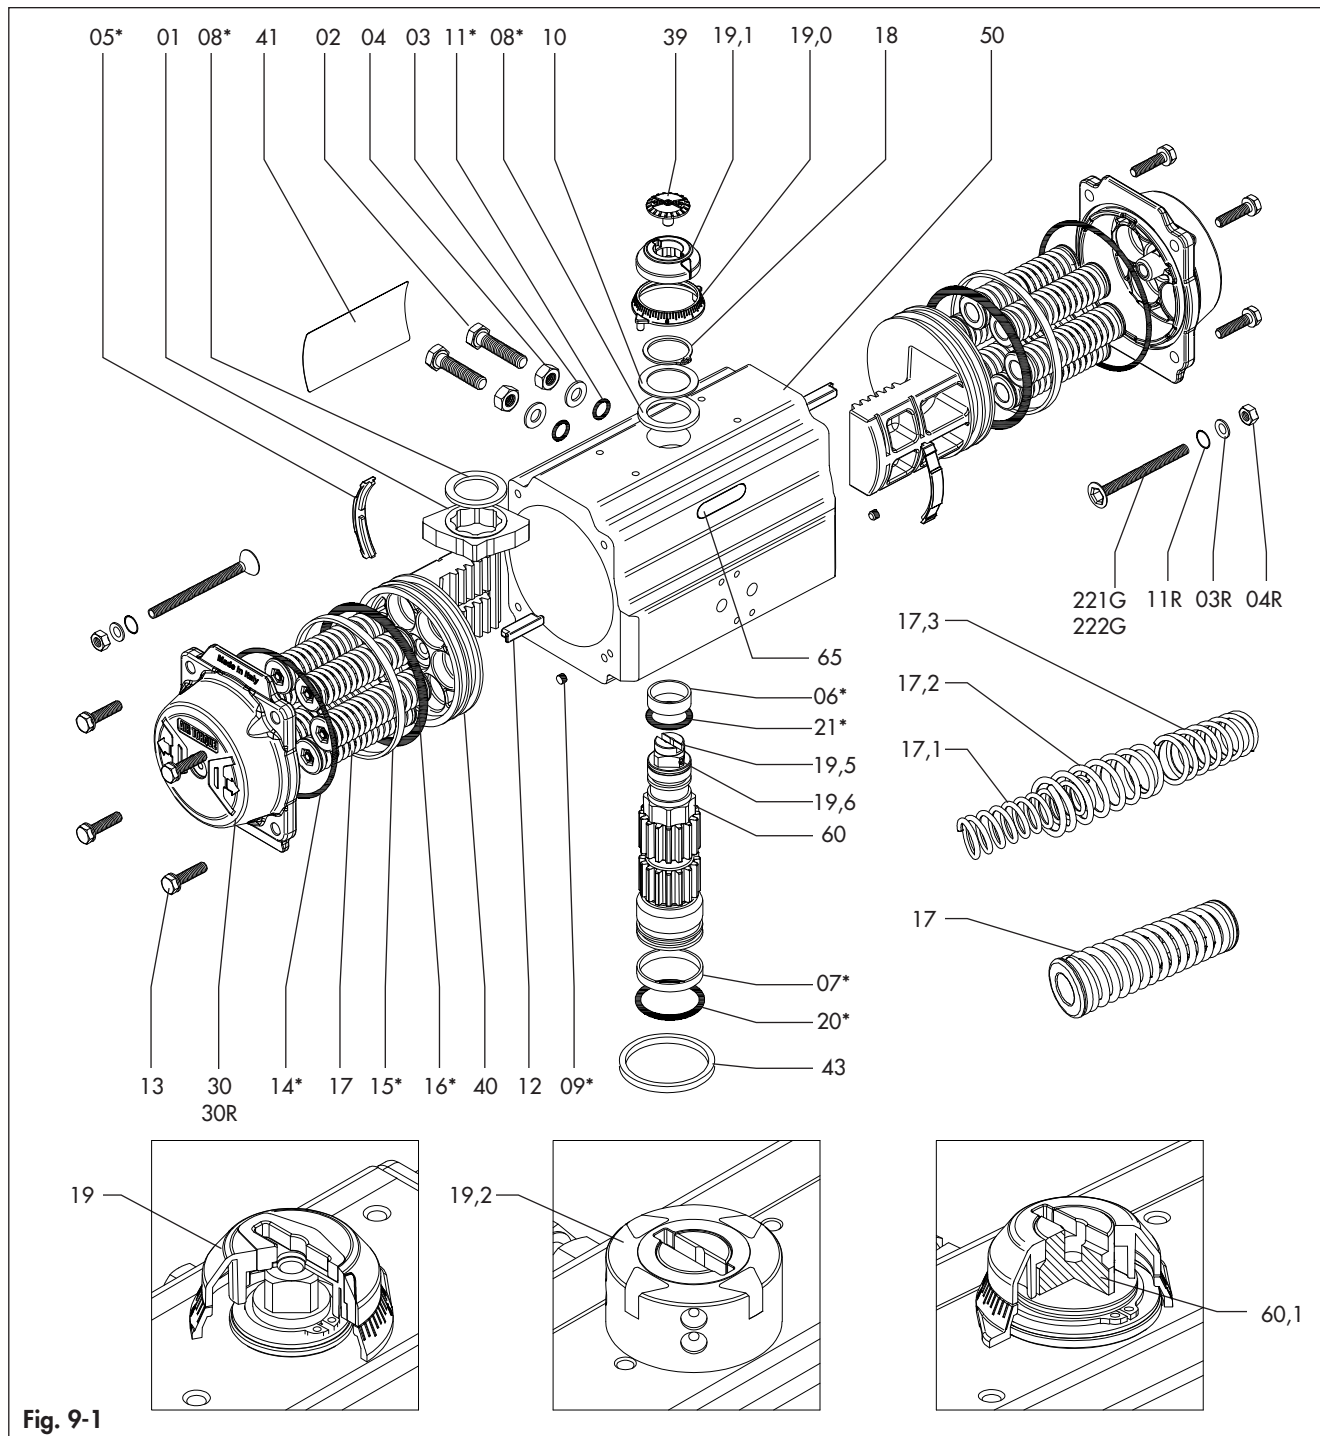
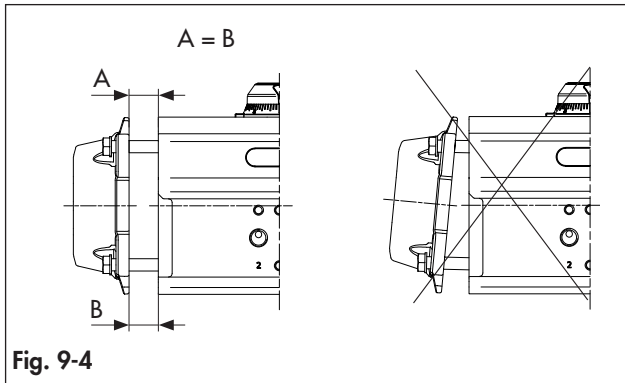

Fig. 9-1
Fig. 9-4
→ Consulte la lista de piezas de repuesto/recambio en la fig. 9-1 y en la tabla 9-2.
Consulte las fig. 9-1 y fig 9-2.
Consulte las fig. 9-1 y fig 9-3.
Consulte las fig. 9-1, Fig 9-4 y fig 9-5.
- ➔ Saque las tapas como se muestra en la fig. 9-4 manteniendo una distancia constante ($A = B$) entre el cuerpo del actuador y la interfaz de la tapa.